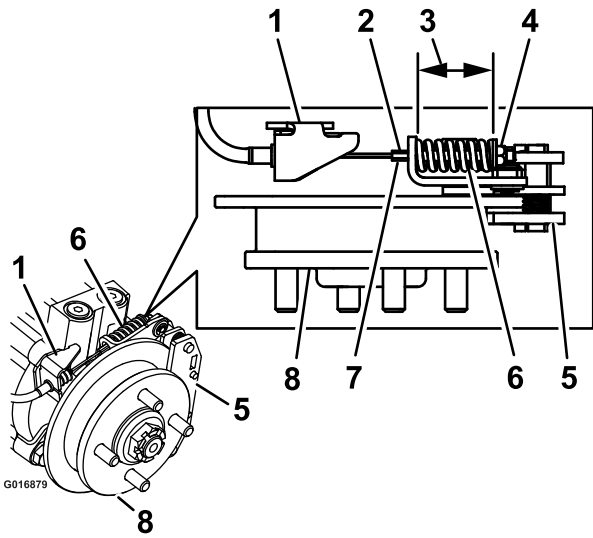

Figura 74
9. Sujete el extremo de la varilla roscada con una herramienta y ajuste la contratuerca hasta que el muelle mida de 3.8 a 4.0 cm (1-1/2 a 1-9/16 pulgada), según se muestra en Figura 74.